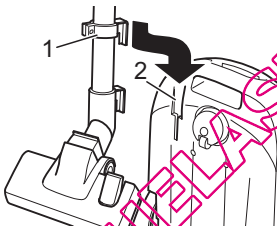

Abb. 16
■ Zum **Aufbewahren** können Sie den Verstauelement (Abb. 16/1) in die Verstauelement (Abb. 16/2) unten am Bodensaugers einhängen.